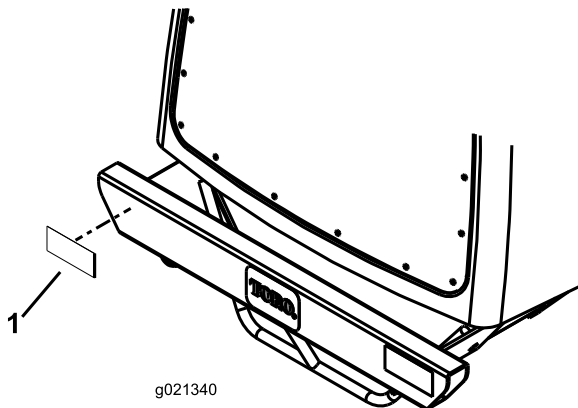

**Figura 36**
1. Aplique la cinta reflectante amarilla como se muestra en Figura 36.
- Alinee la junta delantera, la junta derecha, la junta izquierda y la junta trasera con el techo y el guarnecido, como se muestra en Figura 36.